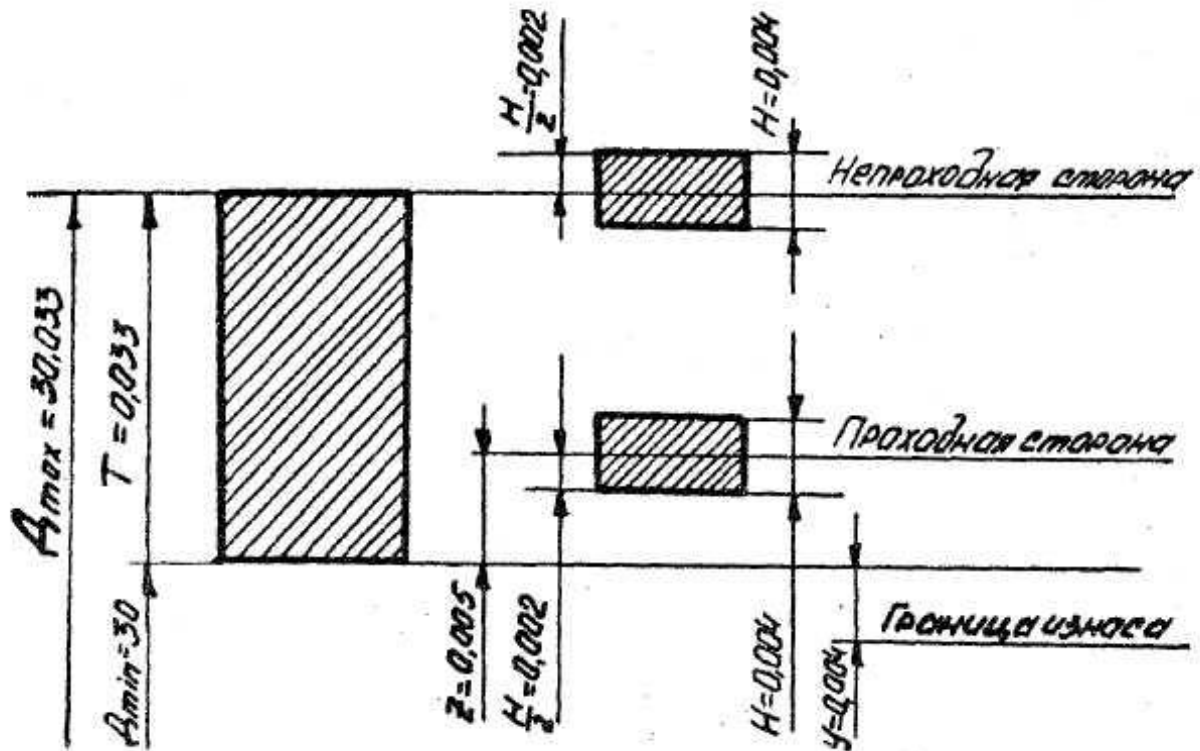

Рисунок 2 - Схема расположения полей допусков калибров
- 4. Построить по отклонениям детали поле допуска отверстия, а по отклонениям и допуску калибров – поля допусков на их изготовление и износ, установив предварительную границу начала отсчета отклонений (рисунок 2).